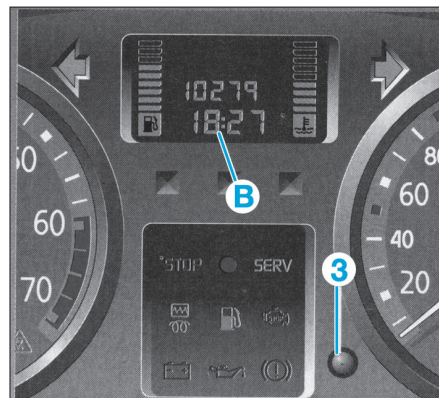

Fig. 2
- Exercer un appui long sur le bouton (3), pour rentrer en mode "réglage de l'heure" puis lâcher le bouton (Fig.2).